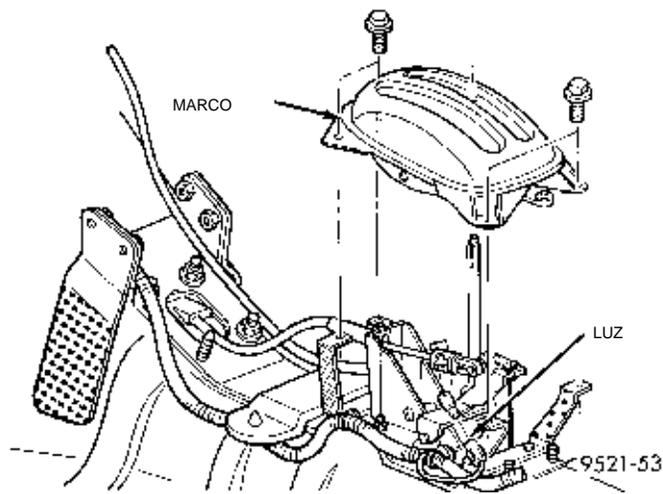

**Fig. 8 Empuñadura del cambio de marchas**
(7) Apriete hacia adentro las tres orejetas metálicas y retire el cable de la ménsula.
(8) Retire la consola de suelo. Consulte el Grupo 23, Carrocería.
(9) Retire el tornillo de ajuste del pomo del cambio de marchas y el pomo (Fig. 8).